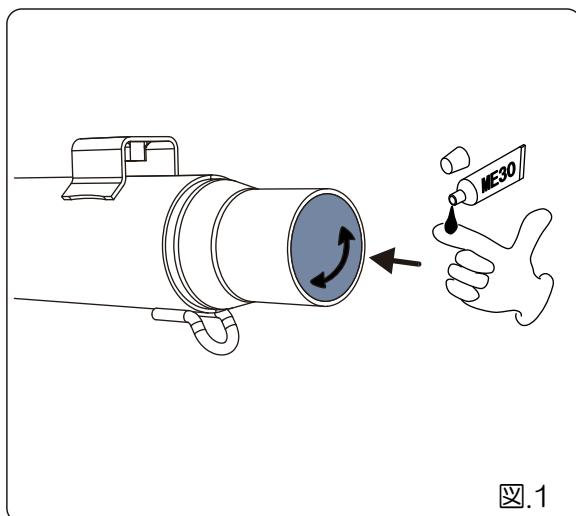

図.1
- ・テールパイプ COMP（構成部品表②）の差込部の内側に、付属のME30（⑯）を薄く塗布します。（図.1 参照）